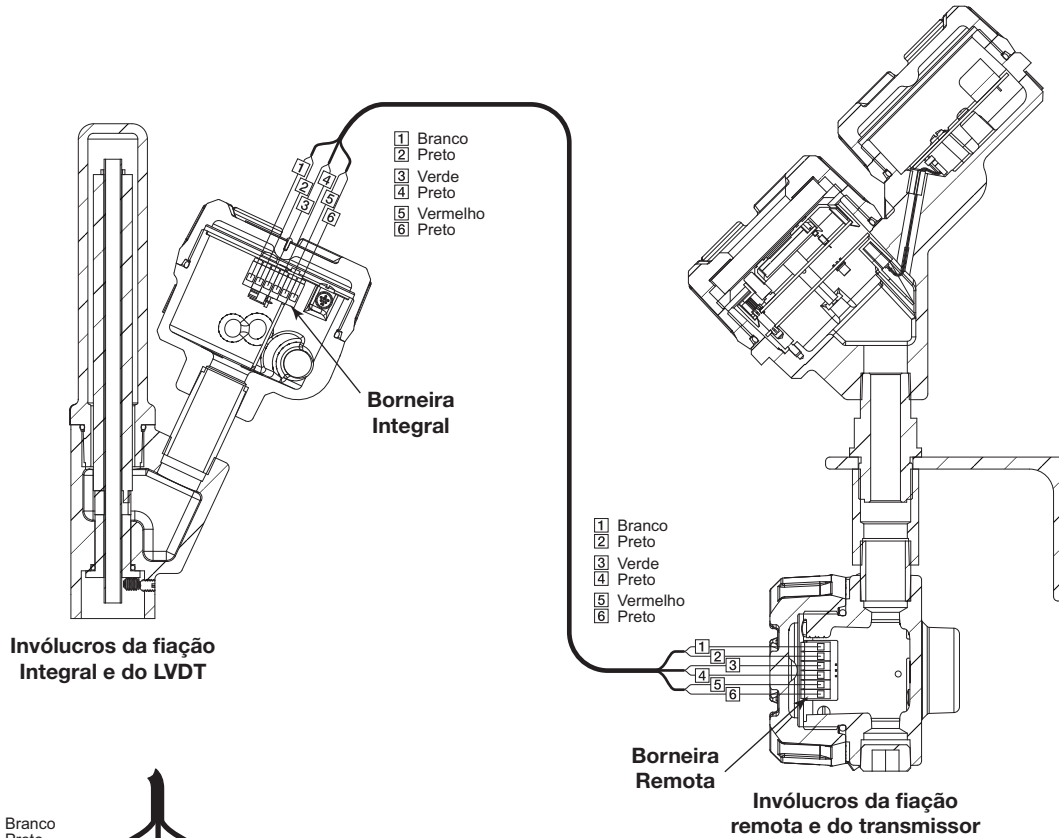

Figura 11
1. Instale o tubo à prova de explosão do topo/cabeça do transmissor E3 remoto para o terminal integralmente montado do invólucro no LVDT. Uma unidade seladora (selo EY) é requerida dentro de uma distância de até 18” da fiação do invólucro do topo do transmissor remoto (veja figura 11). Siga os passos 2 até 7 do procedimento de fiação de montagem remota na página 12.